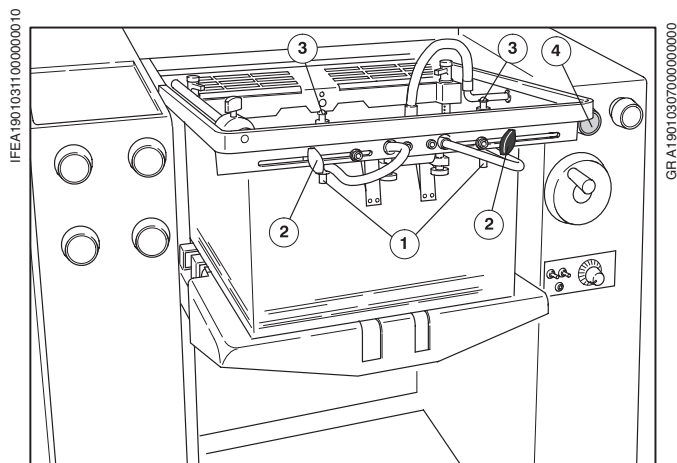

Рис. 17 Раздув задней кромки стапеля
При работе с картоном в максимальном формате раздув задней кромки улучшает листопроводку. Раздув задней кромки стапеля осуществляется при помощи двух раздувов (Рис. 17/①).
- ① Ослабить винты с насечкой (Рис. 17/②) и передвинуть раздувы на поперечине внутрь приблизительно на 1/4 ширины формата.
- ② Зафиксировать настройку при помощи винта (Рис. 17/②).
- ① Поворачивая гайки с накаткой (Рис. 17/③), выставить нужную высоту; нужно произвести раздув 3-8 листов.
- ① При помощи поворотной ручки (Рис. 17/④) плавно отрегулировать интенсивность раздува.
- ② Если раздув не используется, следует отключить подачу воздуха; для этого повернуть ручку (Рис. 17/④) вправо до упора.